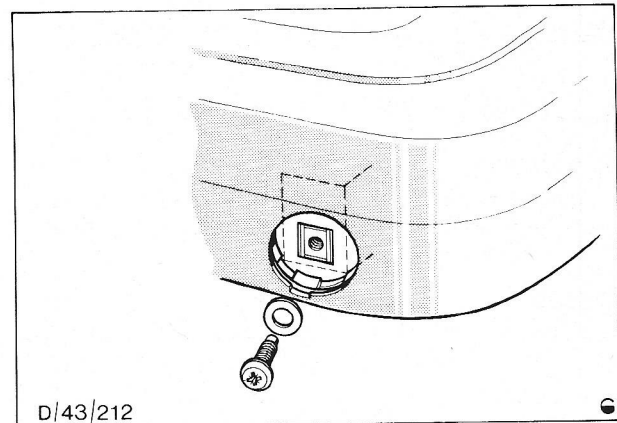

Fig.10 Schroef en ring waarmee het plastic bumpergedeelte aan de buitenste steun wordt bevestigd (stippellijn).
1. Maak het achterste uiteinde van het plastic bumpergedeelte los van de spatschermsclips. Verwijder de plug om schroef en ring bereikbaar te maken, Fig.10.